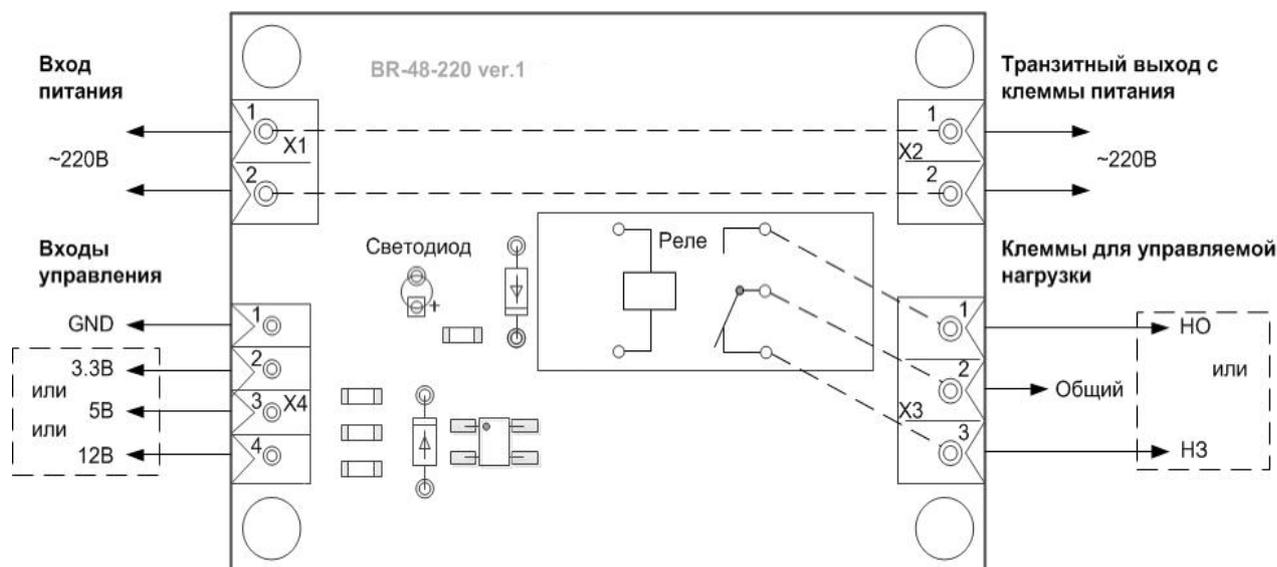
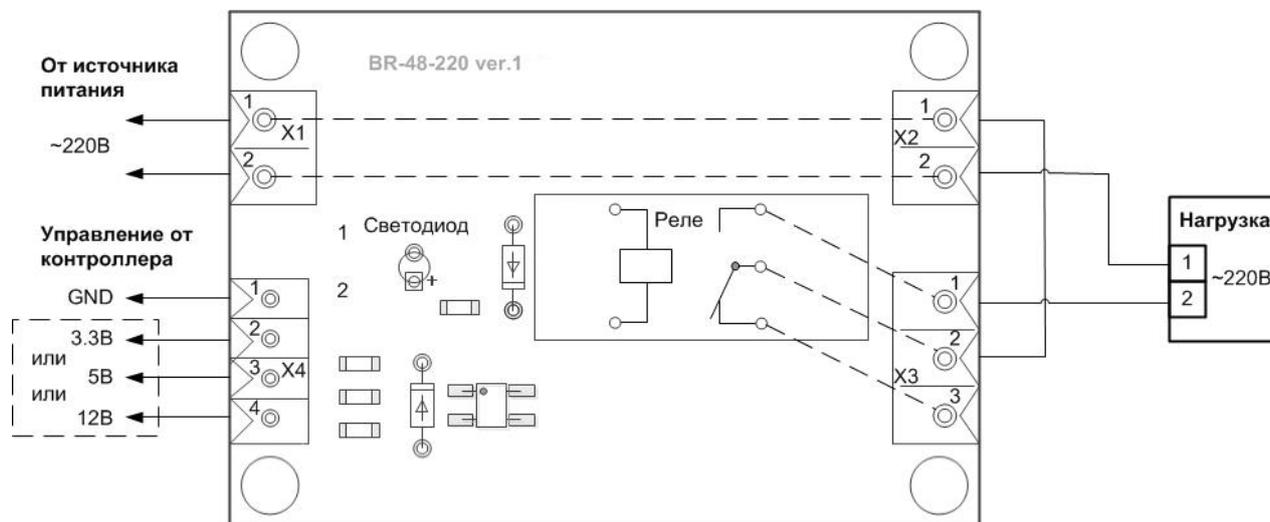
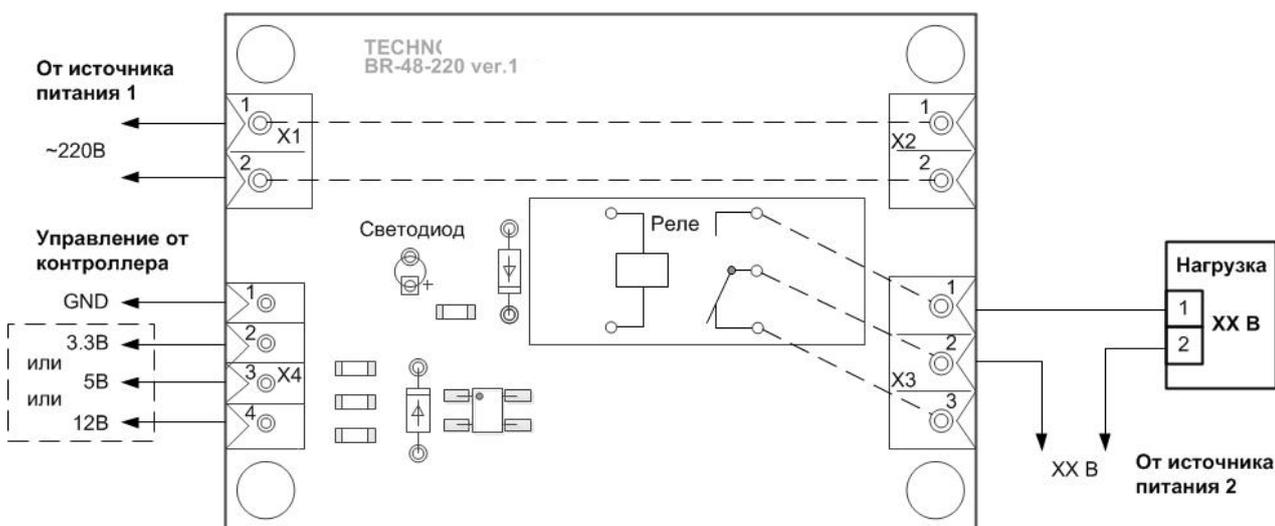

Рисунок 8 - Схема подключений изделия
Рисунок 9 - Пример схемы подключения нагрузки 220В АС
Рисунок 10 - Пример схемы подключения допустимой нагрузки
Схема подключений изделия показана на рис.8.
На схеме рис.8 изображено следующее:
Изделие поддерживает 3 варианта управляющих сигналов (см. табл.3). Именно такие варианты позволяют стыковать изделие с любым имеющимся управляющим выходам контроллеров. На рис.8 для универсальности изображено подключение одновременно всех вариантов управления. На практике нужно подключать только один из них. При этом клемма «GND» является общей для всех вариантов.
При коммутации нагрузки с тем же напряжением, что требуется для питания изделия, схема подключений может быть упрощена (т.к. не нужен второй кабель от источника питания), как показано на рис.9.
Изделие может коммутировать нагрузку с разным типом питания (в пределах характеристик табл.3). Если тип питания и мощность управляемой нагрузки отличается от питания изделия, то схема подключения примет вид, как на рис.10.
Для примера в схемах на рис.9 и рис.10 приведено подключение управляемой нагрузки в нормально-открытом состоянии. Если потребуется управление в нормально-закрытом состоянии, то в этих схемах достаточно переключить провод от нагрузки в клемме X3 с контакта 1 на контакт 3.
2.5.3. Подключить питание изделия 220В AC (весь диапазон указан в табл.3) к клемме X1 (см. рис.8). Не обязательно соблюдать полярность «Фаза-Ноль».
2.5.4. Подключить цепь питания управляемой нагрузки через клемму X3 изделия (см. рис.8), примеры подключения показаны на рис.9 и рис.10.
Назначение клемм изделия указано в табл.6. В таблице клеммы указаны по обозначениям на рис.8.
Таблица 6 - Назначение клемм по обозначениям на рис.8